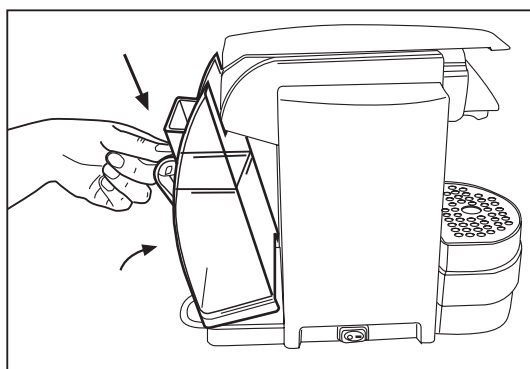

Fig. 3
• Remettre le réservoir en l'inclinant légèrement et en l'appuyant sur la vanne de l'eau. Appuyer sur la partie supérieure de la machine jusqu'à ce qu'un déclic se produise. Afin d'éviter les pertes d'eau, contrôler que le réservoir soit bien fixé (**Fig. 3**).